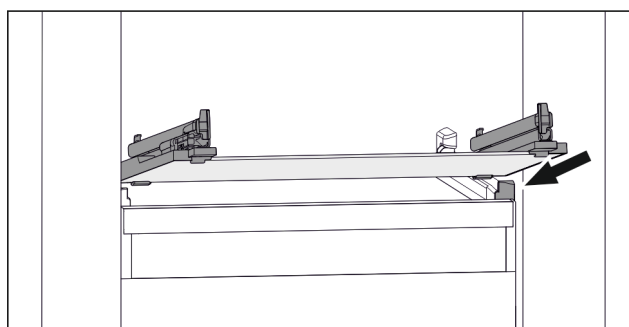

Fig. 79 Simbolična slika steklene plošče
- ▶ Steklo ploščo postavite v poševnem položaju za zaustavjalniki. (glejte Fig. 79)